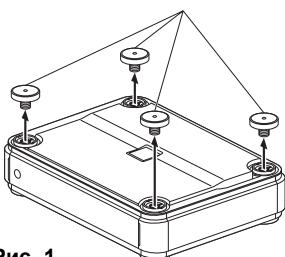

Рис. 1
**ИНСТАЛЛЯЦИЯ (РИС. 1 - 4)**
2. Используя входящий в комплект поставки большой шестигранный гаечный ключ, отверните четыре угловые заглушки на верхней панели (см. рис. 1).